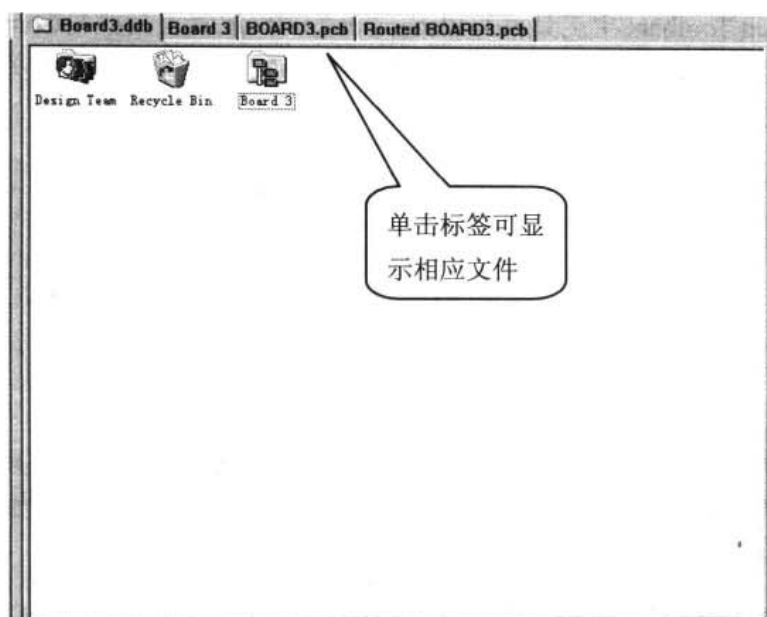

图 9-21 隐藏所有文件
- Merge All: 隐藏所有文件。文件以标签形式显示, 单击标签可显示相应文件, 如图 9-21 所示。